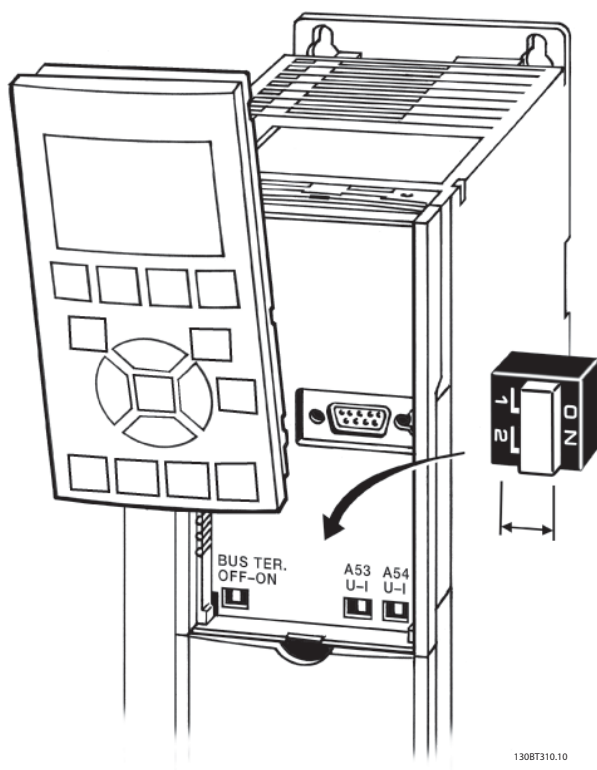

Bild 2.26 Placering av brytarna för plint 53 och 54
- Brytarna blir tillgängliga när LCP:n har tagits bort (se Bild 2.26).